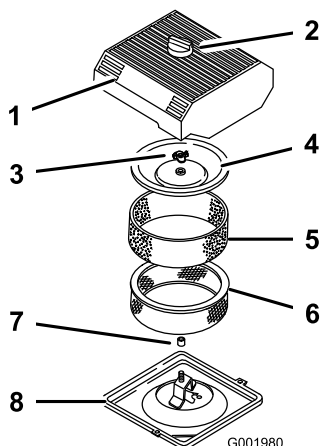

Bild 47
3. Reinigen Sie den Bereich um den Luftfilter herum, um zu verhindern, dass Schmutz in den Motor fällt und Schäden verursacht (Bild 47).
4. Lösen Sie das Handrad an der Luftfilterabdeckung und nehmen Sie die Abdeckung ab (Bild 47).
5. Schieben Sie das Schaumelement vorsichtig vom Papierelement (Bild 47).
6. Schrauben Sie die Abdeckungsmutter ab und nehmen Sie die Abdeckung und das Papierelement ab (Bild 47).
1. Schieben Sie den Schaumeinsatz vorsichtig auf den Papierluftfiltereinsatz (Bild 47).
3. Schrauben Sie die Abdeckungsmutter mit der Hand auf der Abdeckung fest (Bild 47).
4. Montieren Sie die Luftfilterabdeckung und das Handrad (Bild 47).